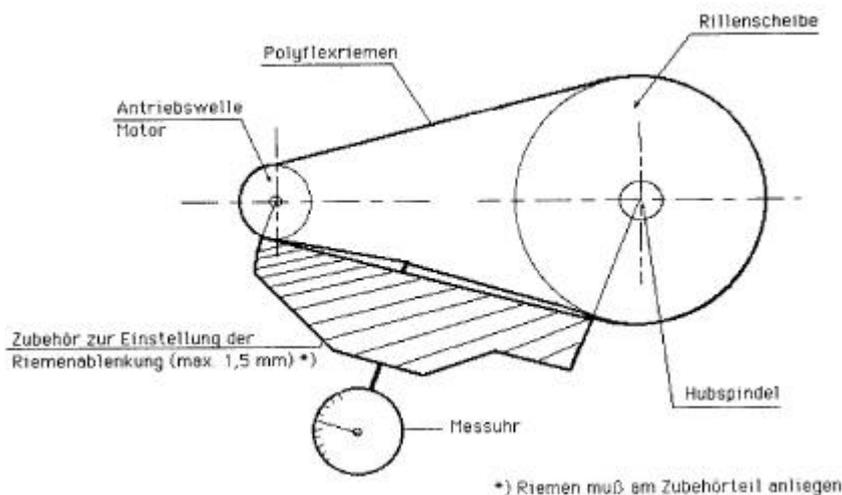

Bild.8:
- Das Messgerät, wie zu sehen in Bild 8,9 am Polyflexriemen anlegen.